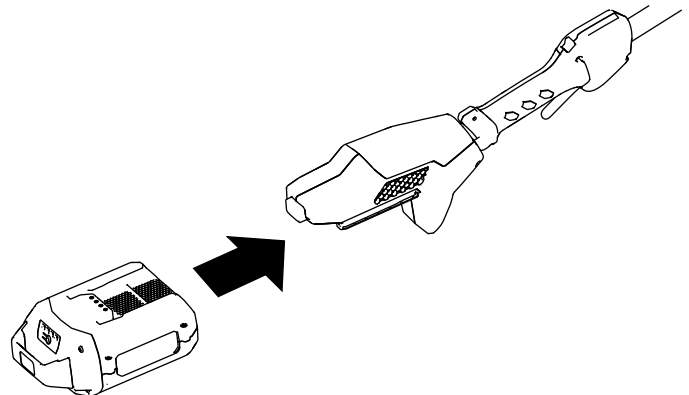

Figure 9
3. Alignez le creux de la batterie sur la languette du corps de la poignée (Figure 9).